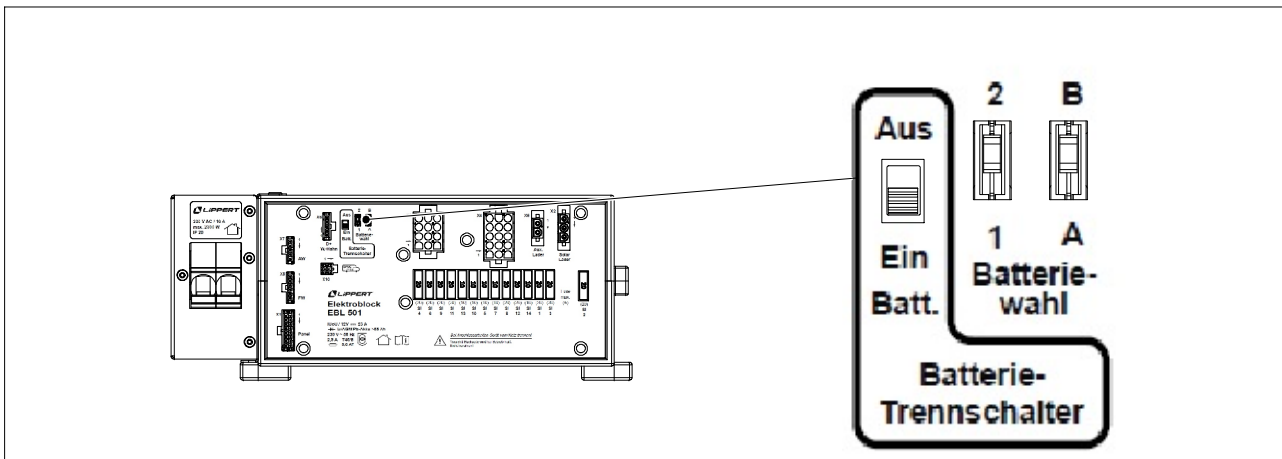

Bild 2 Batterietrennschalter
- ▶ Batterie-Trennschalter (Schalter, siehe Bild 2) in die Position "Batterie Ein" stellen.